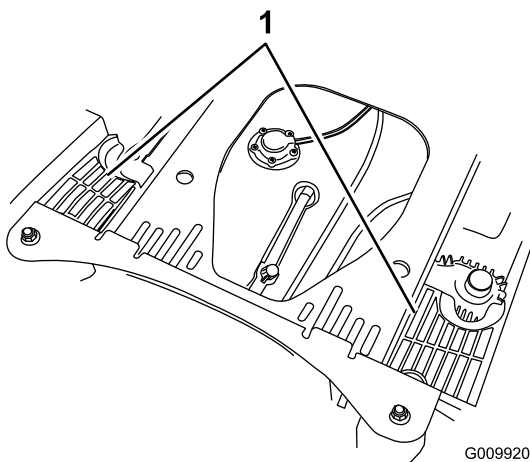

**Figura 70**
Antes de cada uso, retire cualquier acumulación de hierba, suciedad y otros residuos de la rejilla del motor. Esto ayudará a asegurar una refrigeración adecuada y una velocidad de motor correcta, y reducirá la posibilidad de sobrecalentamiento y daños mecánicos al motor (Figura 70).
3. Retire la rejilla de entrada de aire, el arrancador de retroceso y la carcasa del ventilador (Figura 70).
5. Instale la rejilla de entrada de aire, el arrancador de retroceso y la carcasa del ventilador (Figura 70).